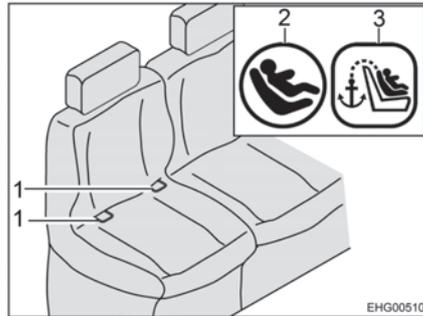
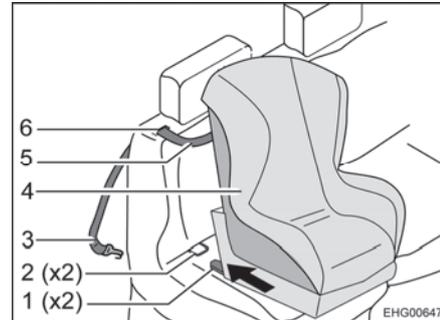

Fig. 14 Asiento con Isofix
Fig. 15 Fijación con Top Tether
- Pasar la correa Top Tether (Fig. 15,5) a través de la ranura (Fig. 15,6) en el cojín del respaldo (junto al reposacabezas).
- Enganchar el gancho de fijación (Fig. 15,3) en el punto de anclaje en el lado trasero del asiento del vehículo.
- Dejar que los brazos de enganche (Fig. 15,1) engatillen en los puntos de anclaje (Fig. 14,1 y Fig. 15,2). En esto, se deberá oír un clic distintivo.
- Con un fuerte tirón verificar que el asiento infantil (Fig. 15,4) esté firmemente fijado.